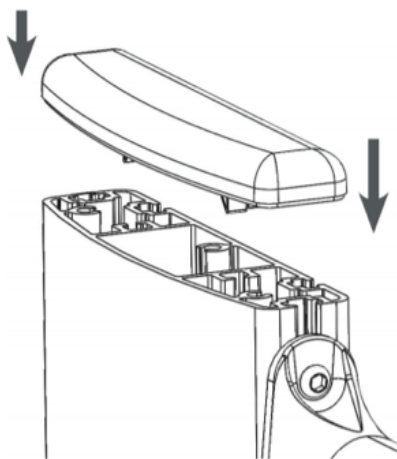

Figura 7 – Posizionamento del tappo del profilato
2. Inserire i tappi del profilato nella parte superiore dei binari dell'estrusione premendo per l'inserimento. Vedere la Figura 7 più sotto.